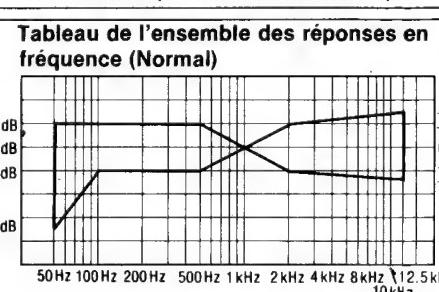
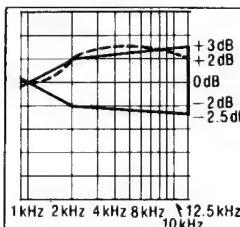
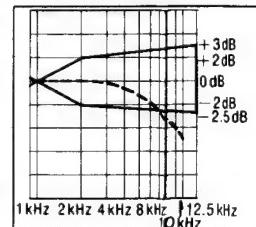

Fig. 10
Fig. 12
Fig. 13
6. Reproduire les signaux enregistrés dans la phase 6, et vérifier si la courbe de réponse de fréquence se trouve dans les limites indiquées par la courbe de réponse de fréquence globale pour bandes normales (Fig. 10). (Si la courbe est comprise dans les spécifications, passer aux phases 7, 8 et 9).
Lorsque la courbe dépasse les spécifications du tableau de réponse de fréquence globale (Fig. 10), comme indiqué dans la Fig. 12.
- 2) Répéter les phases 5 et 6 pour confirmation. (Passer aux phases 7, 8 et 9 si la courbe est maintenant comprise dans les spécifications du tableau de la Fig. 10).
- 3) Si la courbe dépasse encore les spécifications (Fig. 10), augmenter encore le courant de polarisation et répéter les phases 5 et 6.
Lorsque la courbe tombe au-dessous des spécifications du tableau de fréquence globale (Fig. 10) comme indiqué dans la Fig. 13.
- 3) Si la courbe tombe encore au-dessous des spécifications (Fig. 10), réduire encore le courant de polarisation et répéter les phases 5 et 6.